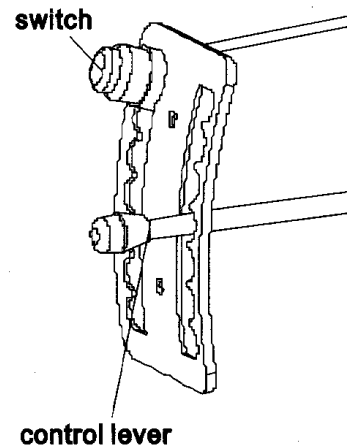

Fig. 2
3. Ouvrez le robinet du levier de commande, Fig. 2.